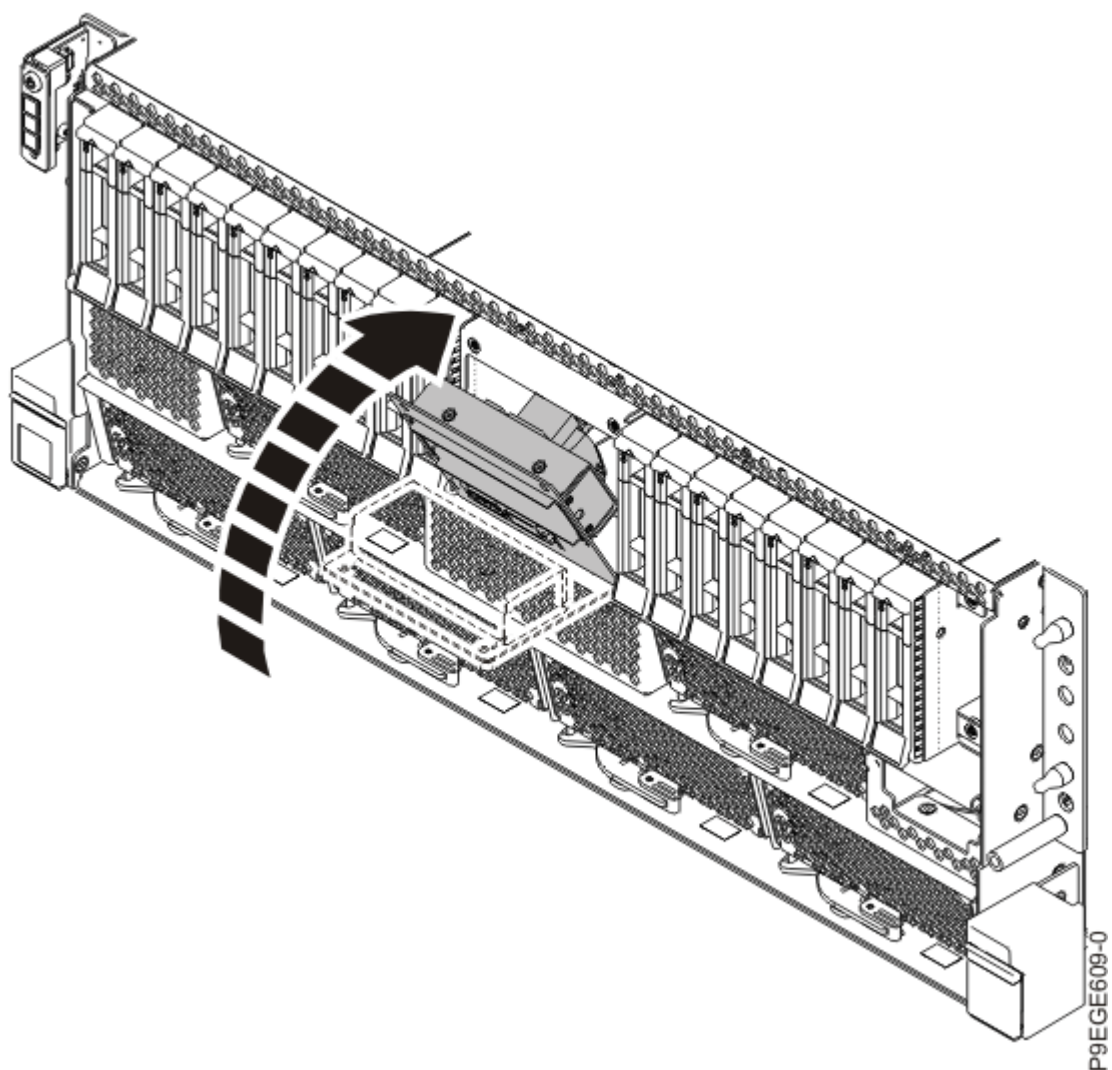

Figure 24. Remise en place du support USB avant dans le châssis
4. Insérez le câble USB avant et le support dans le châssis, comme indiqué à la Figure 24, à la page 26.